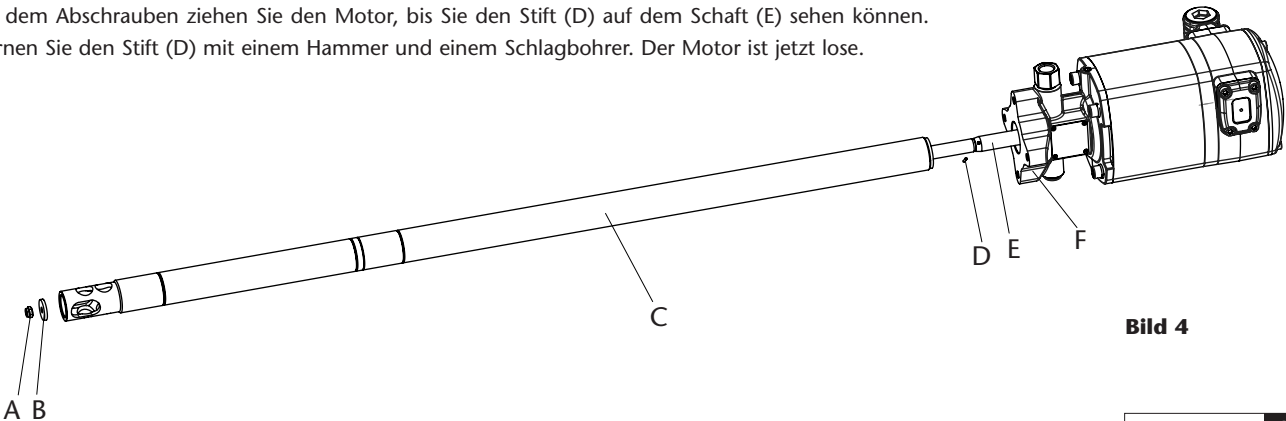

Bild 4
WIE WIRD DER LUFTMOTOR VON DER PUMPE GETRENNT (BILD 4)
- 1. Befestigen Sie die Pumpe waagrecht in einem Schraubstock (Abb.4). Klopfen Sie mit einem Hammer auf das obere Rohr (C) in der Nähe der Verbindung mit dem Gehäuse (F), um die Gewindedichtung aufzubrechen.
- 2. Schrauben Sie die Chokemutter (A) ab und entfernen Sie den Choke (B).
- 4. Nach dem Abschrauben ziehen Sie den Motor, bis Sie den Stift (D) auf dem Schaft (E) sehen können. Entfernen Sie den Stift (D) mit einem Hammer und einem Schlagbohrer. Der Motor ist jetzt lose.